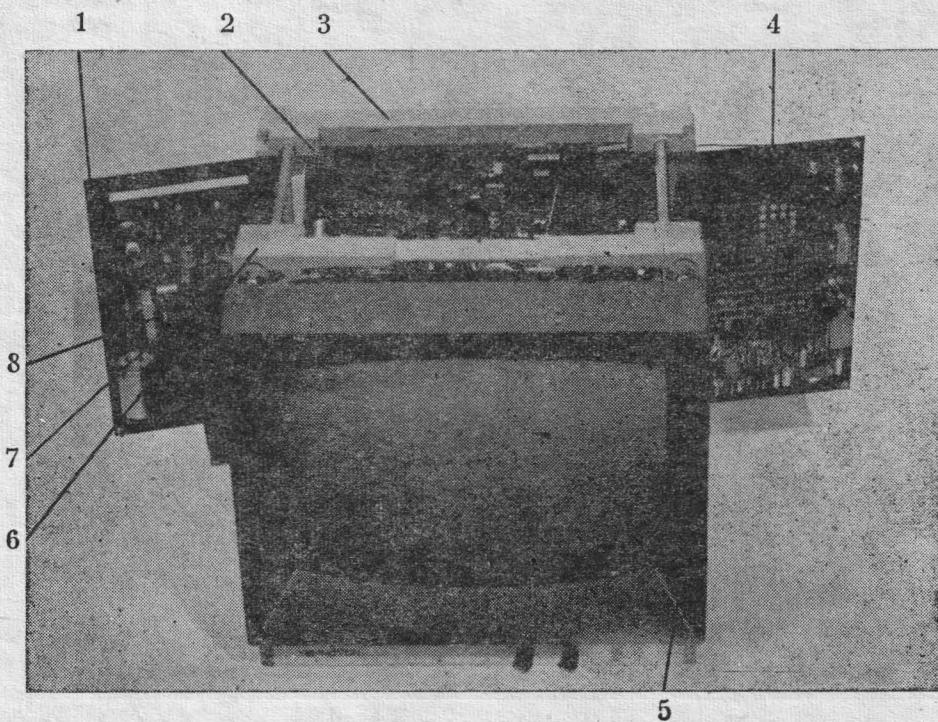

Fig. 4. Monitor TV44 cm cu plăcile de circuite imprimante rabătute :
1. CONSTRUCȚIE MECANICĂ (fig. 4)